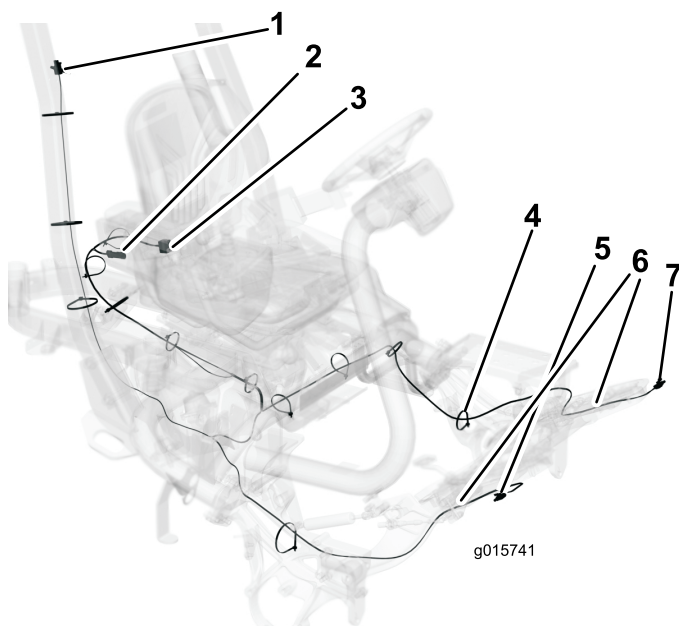

図 3
4. ワイヤハーネスを ROPS に沿って後部ランプまで引き、ケーブルタイで固定する（図 3）。
5. コンソールから出ているワイヤ・ハーネスをシートフレームの下へ引き入れ、図 3 のように、ケーブルタイで固定する。
9. ワイヤハーネスを、左右の穴に押し込む（図 3）。